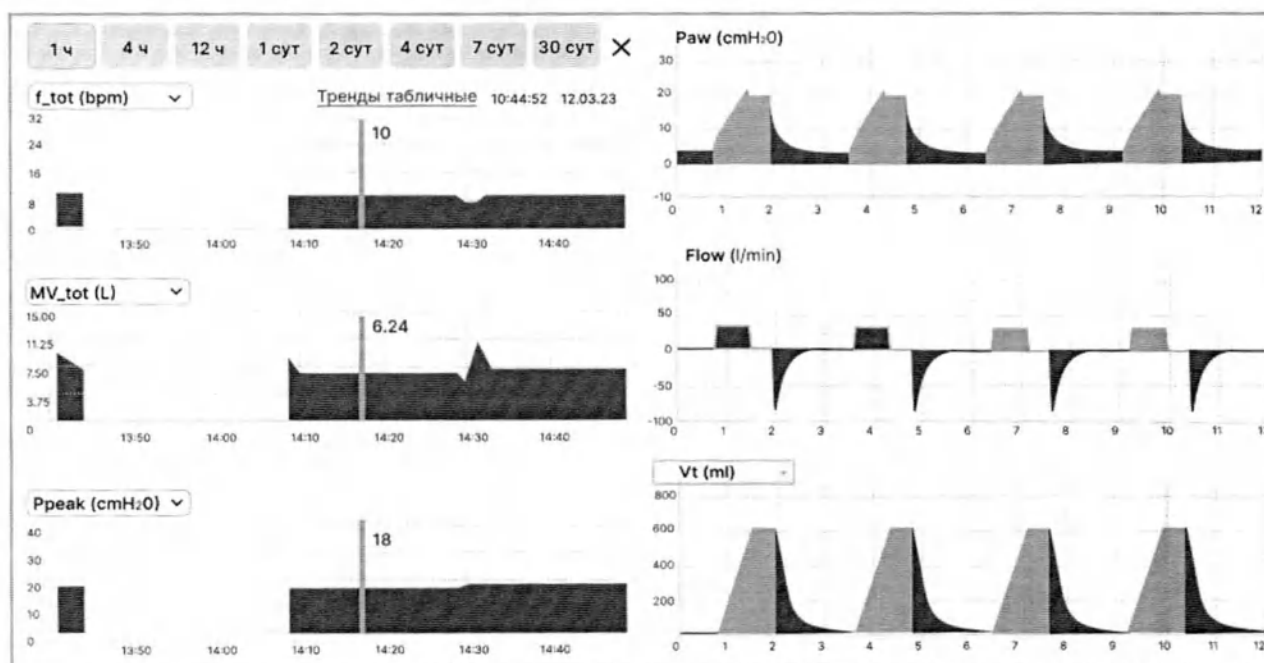

Рисунок 7.19 – Графические тренды
Для отображения графических трендов нажмите кнопку «» и выберите экран «Графические тренды» (см. рисунок 7.19).
- 3 Для выгрузки одного снимка экрана выберите его в списке (см. рисунок 7.19) и нажмите на кнопку «Скачать». В процессе выгрузки кнопка будет выделяться цветом.